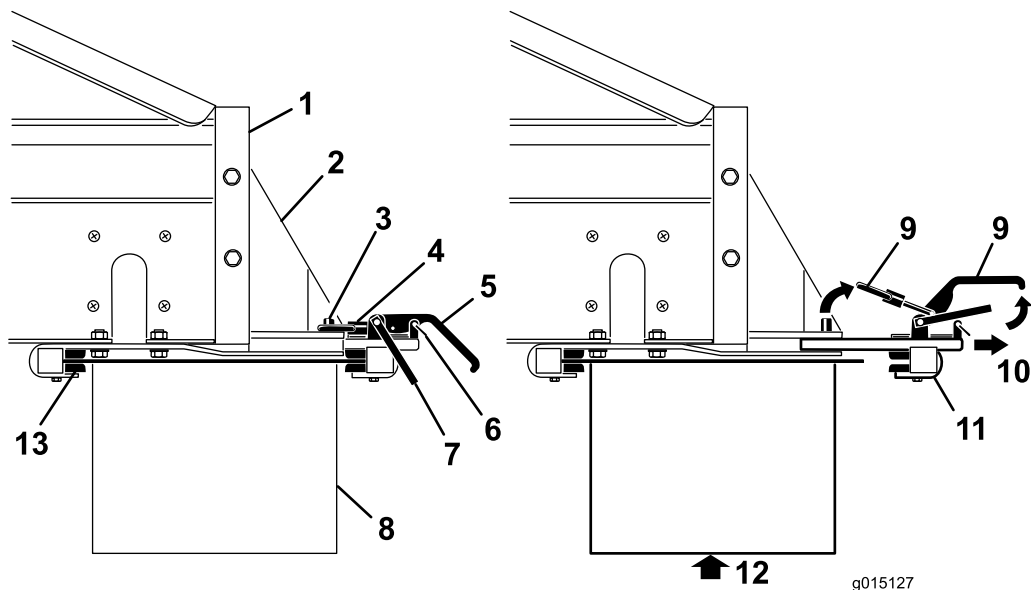

图 48
3. 卸下锁紧手柄 (图 48) 上的安全门夹。
4. 提起安全门然后提起附件连接锁紧手柄再从锁销中放开锁环 (图 48)。
5. 将后部的附件连接锁紧组件滑出快速连接槽 (图 48)。
6. 在他人协助下将位于机器后部的上下交叉输送机/转盘的前端插入固定架前部的锁紧装置(图 48)。
7. 在为交叉输送机/转盘提供支撑的同时将后部附件连接锁紧组件滑入支架的槽内并位于尾端上方(图 48)。
9. 将安全门夹安装到锁紧手柄(图 48)。